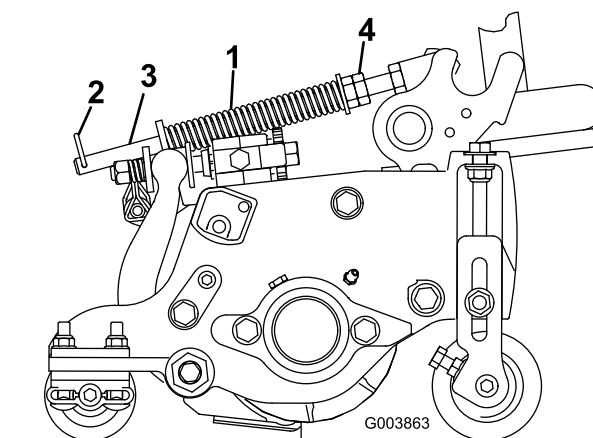

Figura 13
1. Verificate che la coppia sia montata nel foro posteriore dell'asta della molla (Figura 13).
2. Serrate i dadi esagonali sul lato anteriore dell'asta della molla, finché la lunghezza compressa della molla non è di 12,7 cm (Figura 13).